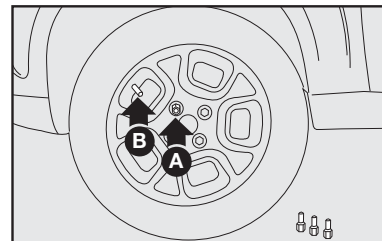

fig. 8
8) Atarraxar apenas um dos parafusos **A-fig. 8**, em correspondência com a válvula de enchimento **B**;